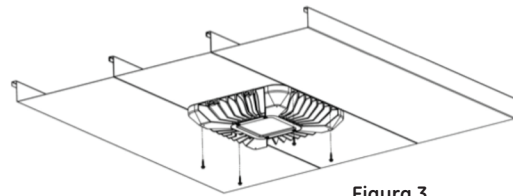

Figura 3
- C. Monte la luminaria usando las partes incluidas. Use 30 libras pulgada de torque para los tornillos de montaje (no sobre-apriete ni estropee el tornillo). Si el material del techo es de calibre 22 o más liviano, se recomienda usar una placa de soporte. (Vea figura 3)